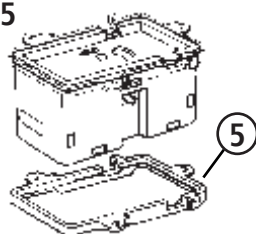

Fig. 7
4. Den Stelldraht (10) in den Stellhebel (11) einlegen und mit der Kappe (12) fixieren (Fig. 7).
4. Insert linkage wire (10) into linkage lever (11) and lock in place with cap (12) (fig. 7).